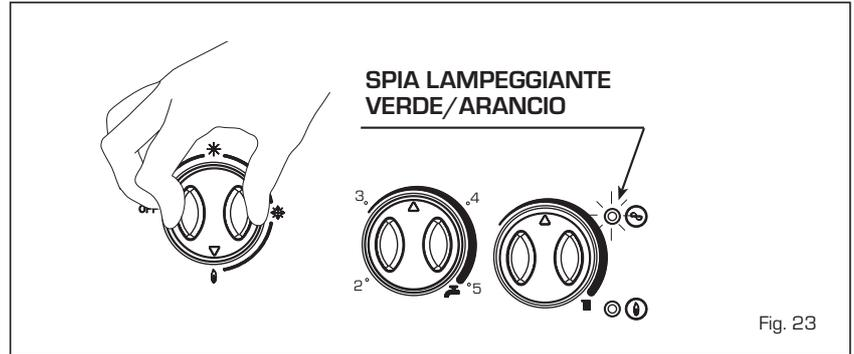

Fig. 23
4.6.1 Funzione spazzacamino (fig. 23)